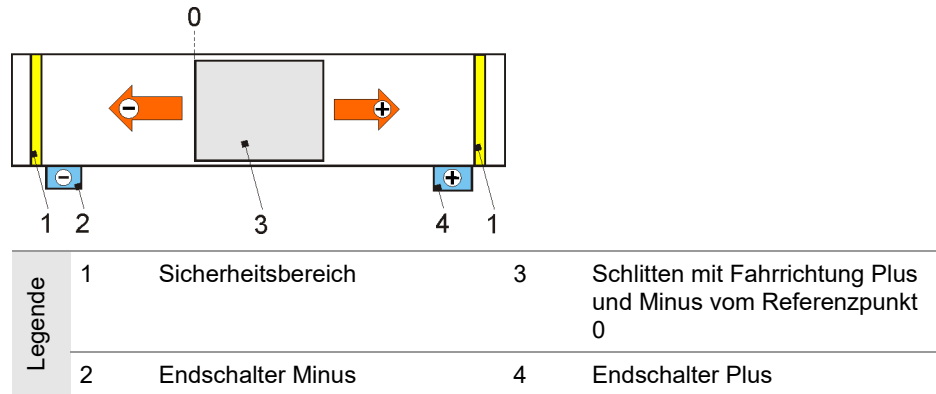

Bild 7: Beispiel Verfahrrichtung und Endschalter-Beschaltung
2. Die Drehrichtung des Motors prüfen. Sie muss die Sicherheitsendschalter berücksichtigen (Bild 7). Ggf. die Drehrichtung des Motors ändern.